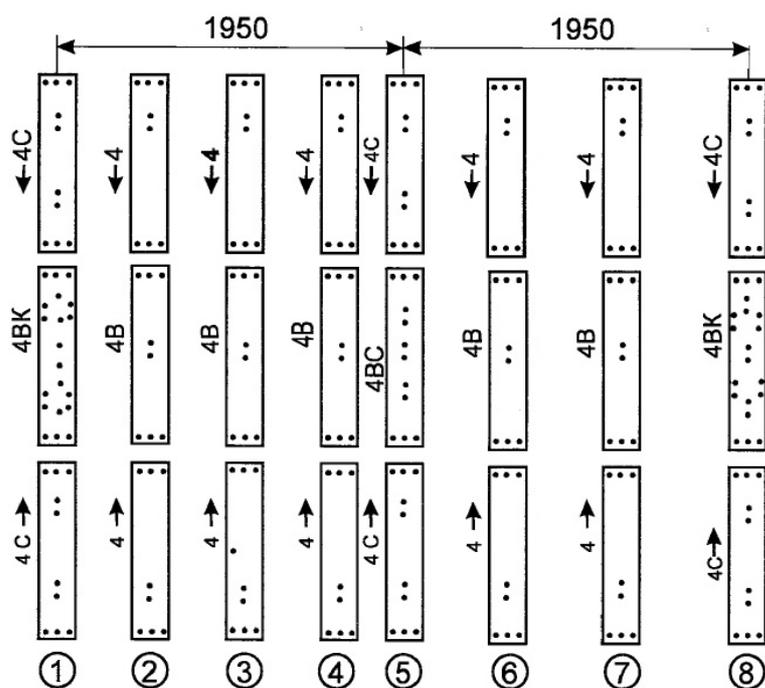

Рис.2 Схема монтажа поперечных дуг.
2. Аналогично монтируются остальные дуги. Всего 5 шт. (см. рис.2). Для удобства монтажа целесообразно отложить их в сторону.